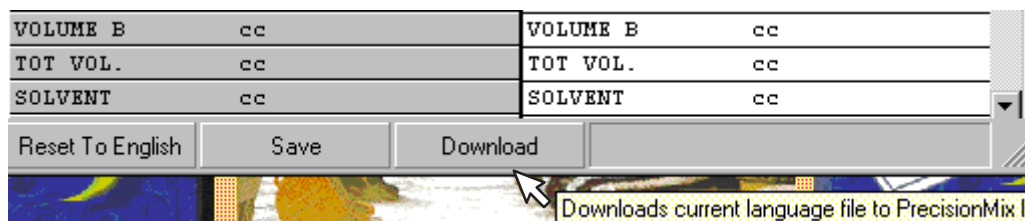

Fig. 13.65
8. Descargue el archivo de idioma para el monitor de la pantalla de ejecución pulsando el botón descargar. Vea la Fig. 13.65.